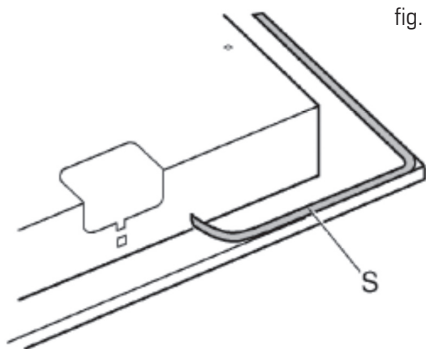

fig. 3
- Retourner l'appareil et installer la garniture S sur le bord extérieur (fig. 3).